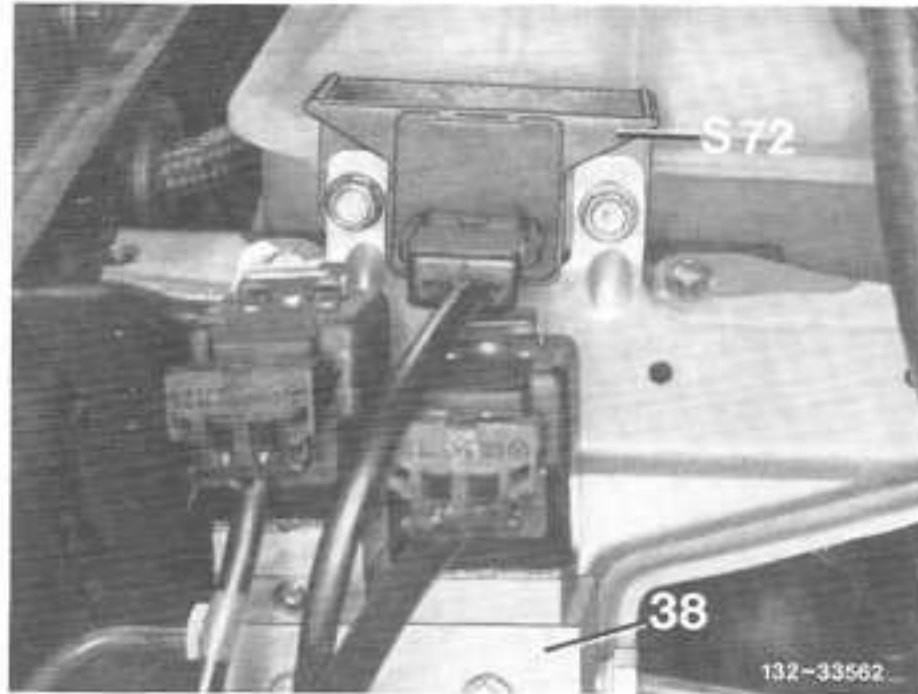

Bild 5
Der Querbeschleunigungsgeber (S 72) ist über dem Ventilblock (38) im Motorraum rechts angeordnet (Bild 5).